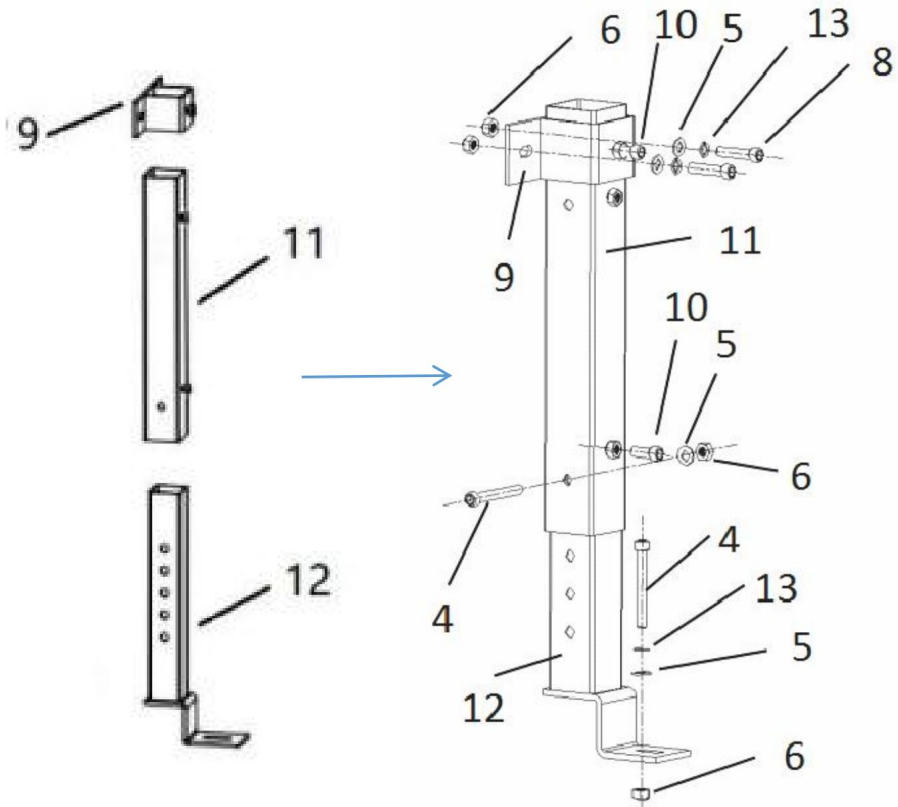

Figura 2
1 Instale el soporte de montaje (9), el soporte extendido (11) y el soporte de base (12) en un lado de la plataforma del camión. Muestre como en la figura 2.
- A. Marque los 3 orificios de perforación en el soporte del camión para el soporte de montaje (9) y soporte de base (12) y taladre los agujeros
- B. Inserte el perno (4) en el soporte extendido (11) y el soporte de base (12), bloquee con arandela plana (5) y contratuerca (6).
- C. El soporte de montaje (9) se desliza hacia el interior del soporte extendido (11) en la posición adecuada y fíjelo con pernos (8), arandela plana (5), arandela elástica (13), contratuerca (6). Apriete finalmente el tornillo antiflotación (10).